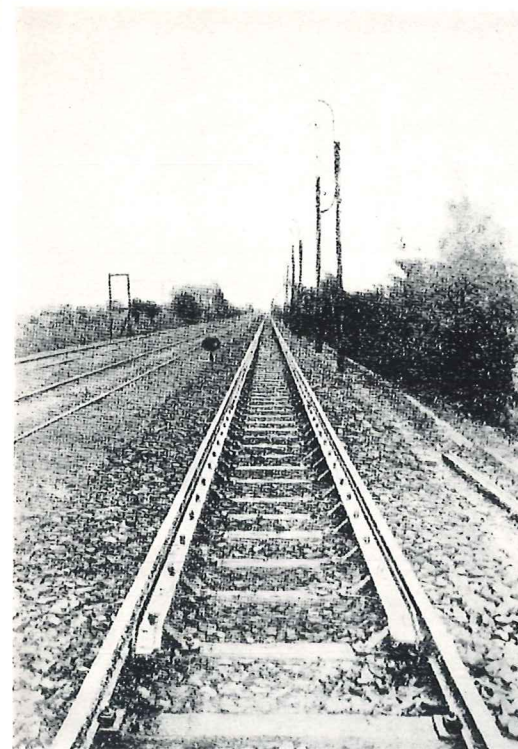

Fig. 1 - Vista della linea di contatto e di un tratto di binario armato con controrotaie di tipo speciale.
Come vi ho detto parlando sul nr. 33 di H0 del binario a scartamento largo del G.W.R. inglese, le rotaie del binario stesso erano appoggiate su lungherine continue in legno, poggianti, alla loro volta, su pali infissi nel terreno (3) e la esattezza dello scartamento era garantita con appositi tiranti in ferro, detti di scartamento. Quando Brunnel volle lanciare a grande velocità le sue grosse macchine ad un solo asse motore, ma piuttosto rigide, quella che i tecnici del tempo chiamavano la «via trave» si deformò tutta sotto la spinta laterale al binario dovuta essenzialmente al moto di serpeggiamento dei veicoli. Brunnel ovviò all'inconveniente piuttosto serio unendo rigidamente tra di loro, ogni quattro metri e cinquanta, le lungherine dei due binari mediante traverse, doppie in corrispondenza delle giunzioni e semplici negli altri casi. Queste traverse erano alla loro volta solidali con due grossi picchetti di castagno di lunghezza variabile da m. 2,54 a 5,50 ed infissi nel terreno (fig. 1).